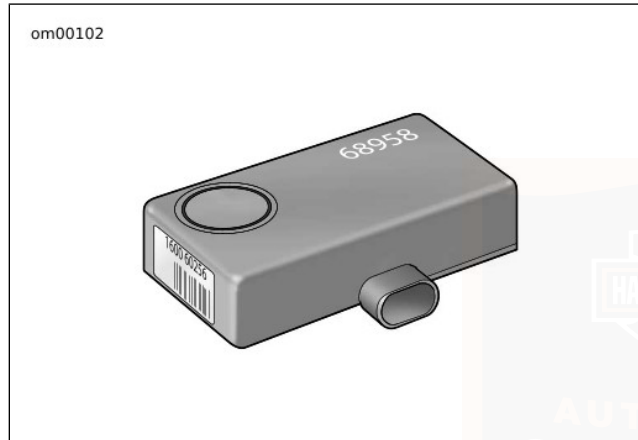

Abbildung 20. Optionale Smart-Sirene
- Siehe Abbildung 20. Die optionale erhältliche Sirene ertönt.